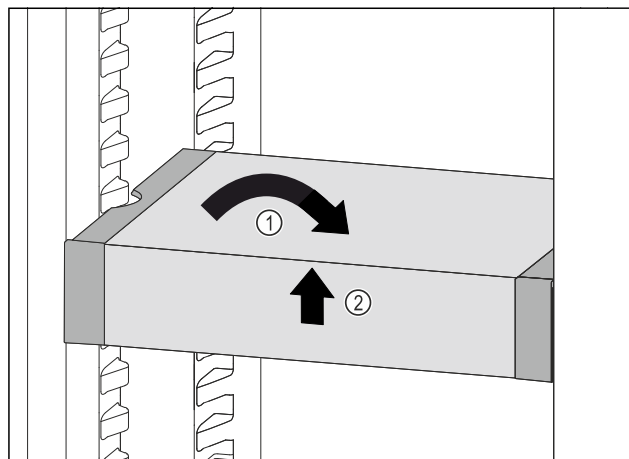

Fig. 177
- ▶ Установите VarioSafe прямо. Fig. 177 (1)
- ▶ Приподнимите VarioSafe спереди. Fig. 177 (2)